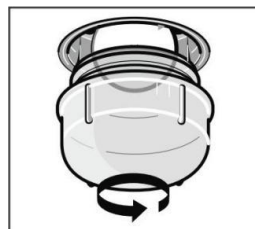

Рис.5
2. Поверните стеклянную крышку против часовой стрелки (рис. 5).